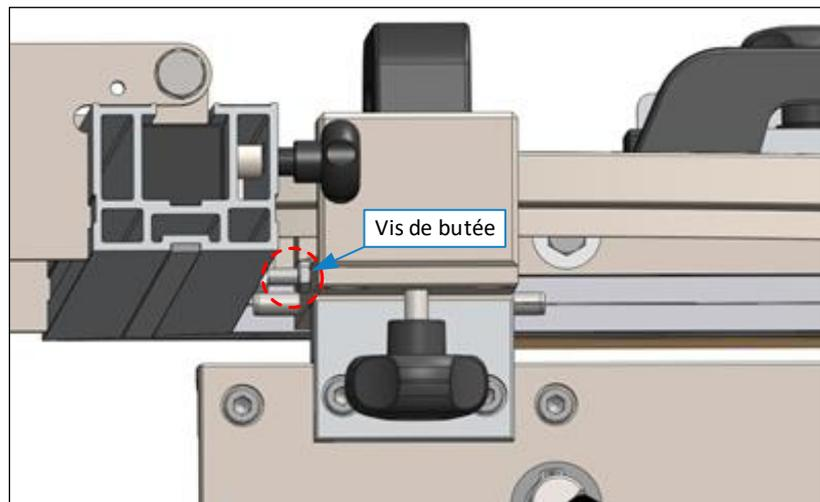

Figure 5 : ajuster DSG-D (2)
2. Faire maintenant pivoter le guide à onglets dans le sens 0 (± 90°) jusqu'à ce que les vis de butée soient en contact (voir ⇒ Figure 5).
En appuyant sur le bouton *, l'affichage se règle sur la valeur 0,00. Cette opération peut être effectuée à n'importe quel degré de la butée. Pour remettre l'affichage dans sa position initiale (0,00 pour la position 0° resp. 90°), pivoter le guide à onglets contre les vis de butée (⇒ Figure 5), puis appuyer sur le bouton *.